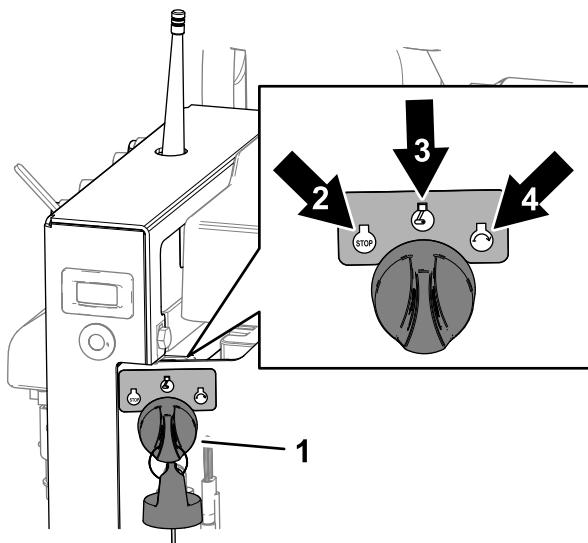

Figura 45
1. Gire la llave a la posición de DESCONECTADO (Figura 45).